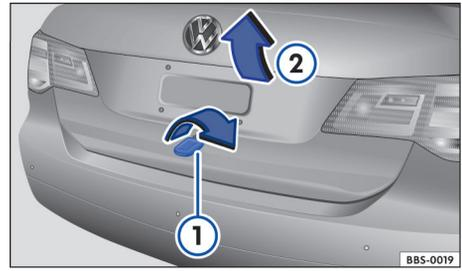

图 27 在车外打开行李箱盖
- 将汽车钥匙插入行李盖锁芯并顺时针旋转  图 27 ①，解锁行李箱盖。